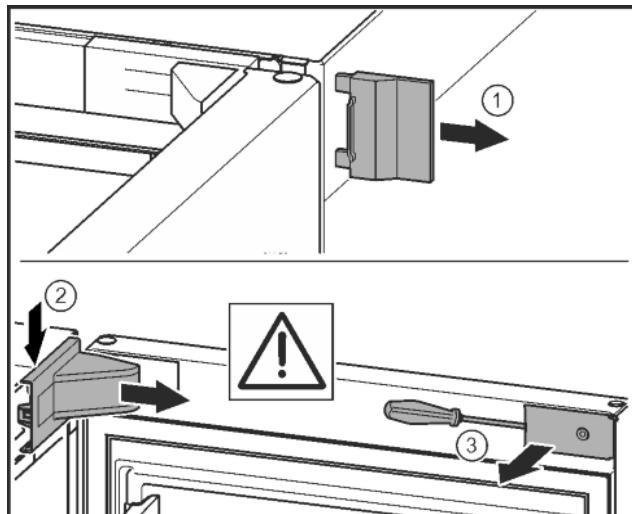

Fig. 9
► Свалете външния капак. Fig. 9 (1)
► Освободете и развойте капака на лагерната стойка. Свалете капака на лагерната стойка. Fig. 9 (2)
► Освободете капачката с плоска отвертка и я завъртете настрани. Fig. 9 (3)